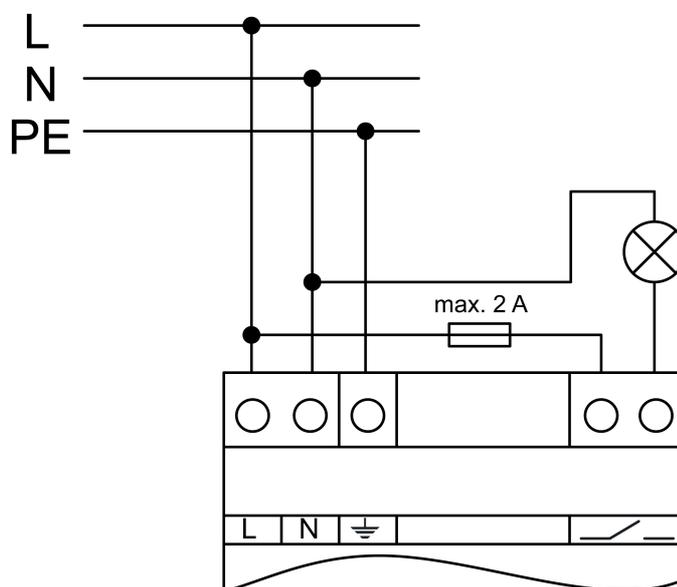

Figure 5: Exemple d'utilisation – Lampe de signalisation pour l'affichage visuel du fonctionnement
- Raccorder le dispositif de signalisation conformément à l'exemple de raccordement (figure 5).